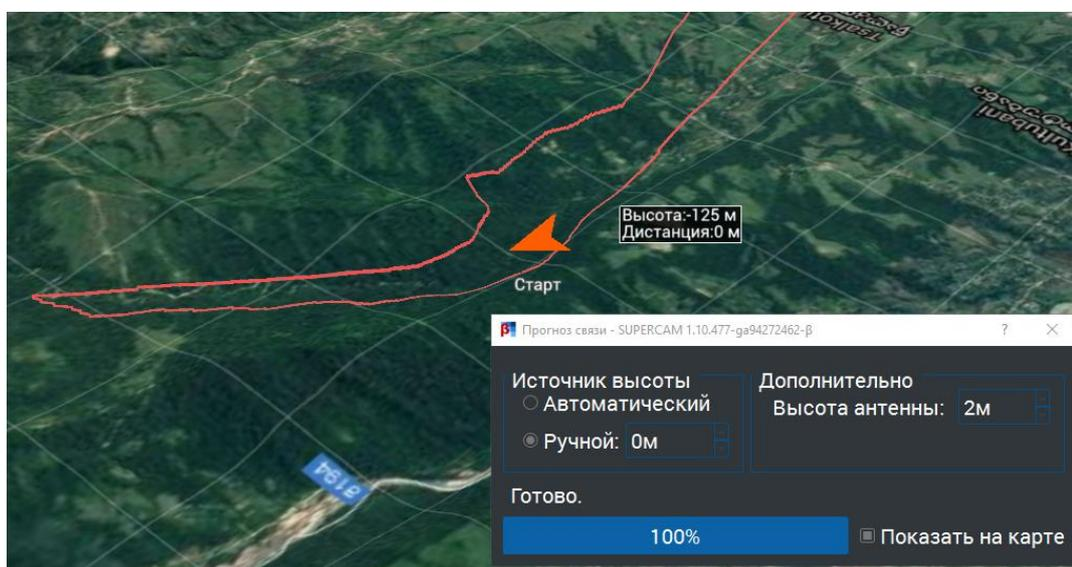

Рисунок 25 – Окно «Прогноз связи»
8.2.8. «Прогноз связи» (рис. 25) – расчет дальности связи с учетом высоты антенны, высоты полета БВС, рельефа местности и кривизны Земли. Отображает на карте расчетную границу связи. Инструмент может быть использован для выбора точки старта. Расчет прогноза связи занимает несколько секунд.